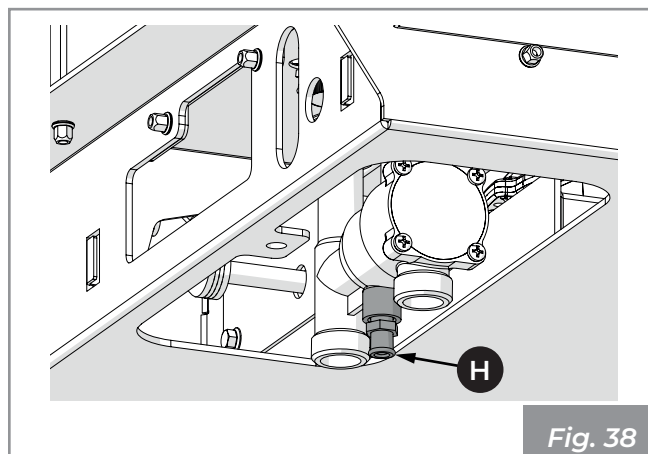

Fig. 38
- 1) Raccordez un tuyau en caoutchouc à l'orifice de vidange de l'installation (H) et ouvrez la vanne de purge, en laissant l'eau s'écouler jusqu'à ce que l'appareil soit complètement vidangé. Fermer la vanne de purge et le robinet (Fig. 38).